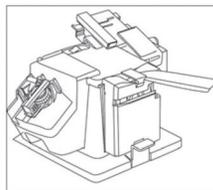

Рис. 4
**6.3.3** Удерживая ручку ножа как можно ближе к себе (Рис. 4), вставьте ближайшую к ручке часть лезвия в щель заточки ножей 16 (Рис. 1).